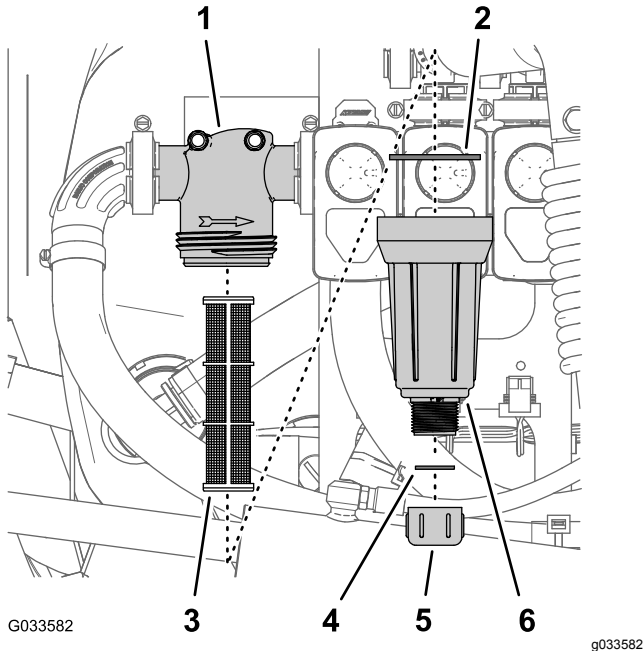

Figura 92
2. Alinhe um recipiente de escoamento debaixo do filtro de pressão (Figura 92).
3. Rode a tampa de drenagem no sentido contrário ao dos ponteiros do relógio e retire-a do recipiente do filtro de pressão (Figura 92).
4. Rode o recipiente no sentido contrário ao dos ponteiros do relógio e retire cabeça do filtro (Figura 92).
5. Retire o elemento do filtro de pressão antigo (Figura 92).
6. Verifique a junta do tampão de drenagem (localizado no interior do recipiente) e junta do recipiente (localizado no interior da cabeça do filtro) e veja se há danos e desgaste (Figura 92).
7. Instale o novo elemento do filtro de pressão na cabeça do filtro (Figura 92).
8. Instale o recipiente na cabeça do filtro apertando à mão (Figura 92).
9. Enrosque a tampa de drenagem na união na parte inferior do recipiente e aperte bem a tampa à mão (Figura 92).